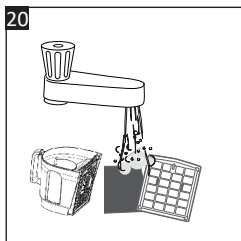

Рис. 20
- Удерживая губчатый фильтр (21) грязной стороной вниз, промойте его под краном теплой водой, пока вода не станет прозрачной (Рис. 20). Таким же образом промойте HEPA-фильтр (22).
- Промойте пылесборник (11) внутри теплой водой.